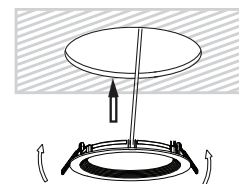

Fig. 4
- 9.) Pousser les pinces à ressorts du luminaire vers le haut et insérer la base du luminaire dans l'orifice de montage. Libérer les pinces pour encastrer le luminaire dans le plafond. Pour une installation étanche, utiliser la garniture en mousse entre le luminaire et le plafond (**Fig. 4**)